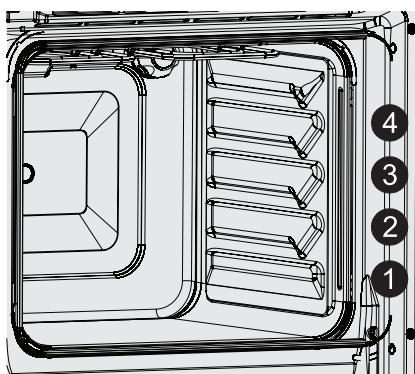
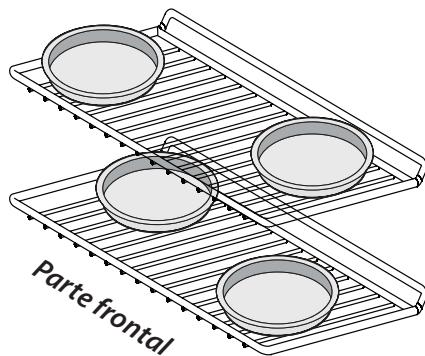

Figura 20: Posiciones de las parrillas del horno
Figura 22: Horneado con varios niveles y parrillas
- Para obtener mejores resultados al hornear con una sola parrilla, coloque las parrillas en las posiciones 2 o 3 (Figura 20).
- Para obtener mejores resultados al hornear pasteles o galletas con dos parrillas, colóquelas en las posiciones 1 y 3 (Figura 20) y coloque las fuentes como se muestra en la Figura 22.